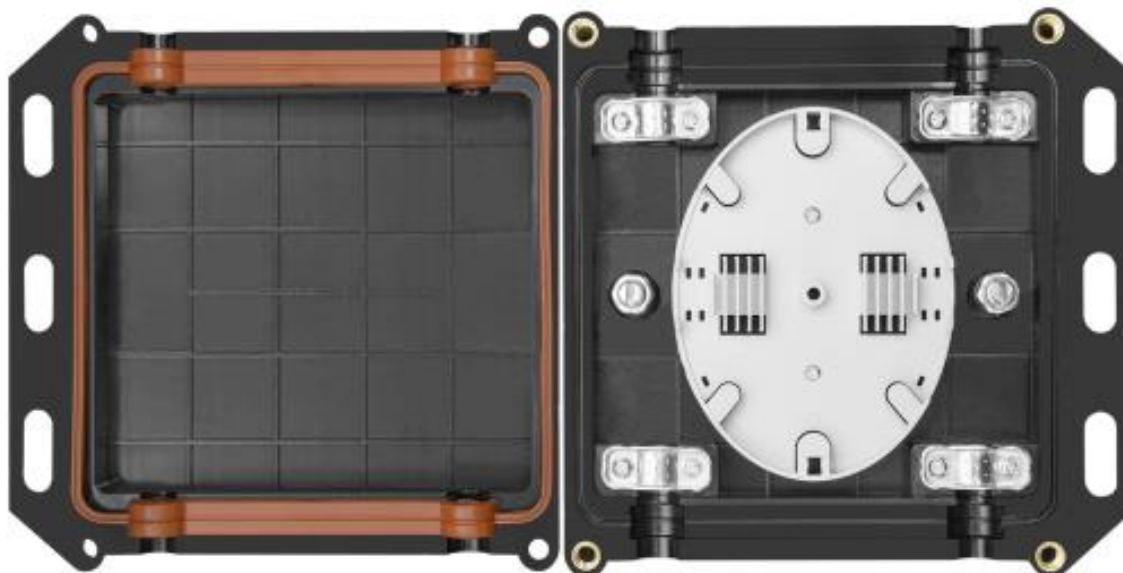

Рисунок 3.1 – Открытие муфты
- После этого открутите все болты, находящиеся на корпусе муфты. После того как все болты сняты, можно открыть муфту (рисунок 3.1).